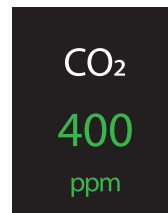

Рис. 7.
2. На дисплее прибора отображается текущая концентрация углекислого газа CO₂ в воздухе помещения (Рис. 7). Числовое значение и единица измерения в ppm имеют при этом определенный цвет, показывающий текущий уровень качества воздуха. Все уровни качества воздуха по показателю «Концентрация CO₂» указаны в таблице 3.